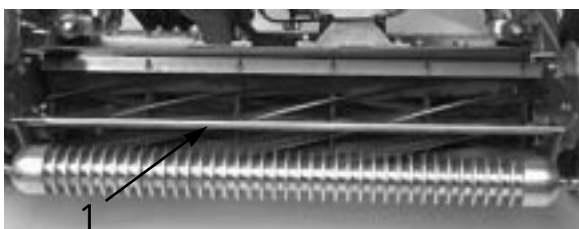

図 19
1. バー（図19）を固定しているネジをゆるめる。
集草箱の上縁を持って支持棒に差し込みます（図19）